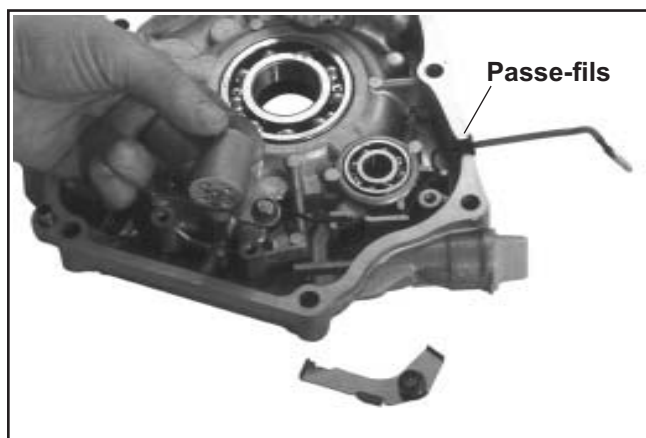

Figure 9-78. Retirer le blindage et l'Oil Sentry™.
3. Retirer les deux vis à bride hexagonales fixant la jauge d'oil sentry et la vis unique retenant le blindage de câble en place. Voir la figure 9-78.